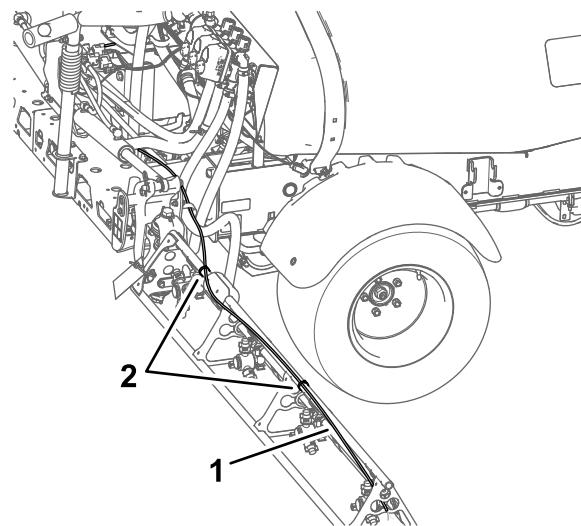

图24
4. 如图24 所示沿外侧喷洒段上撑杆的后侧安装管子总成。
6. 如图24 所示用扎带将管子总成固定到外侧喷洒段。